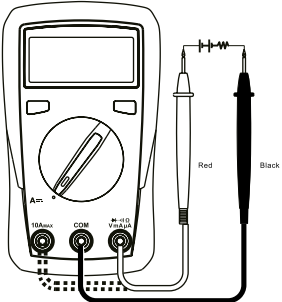

Abbildung 3
- 5. Gleichstrommessung (siehe Abbildung 3)**